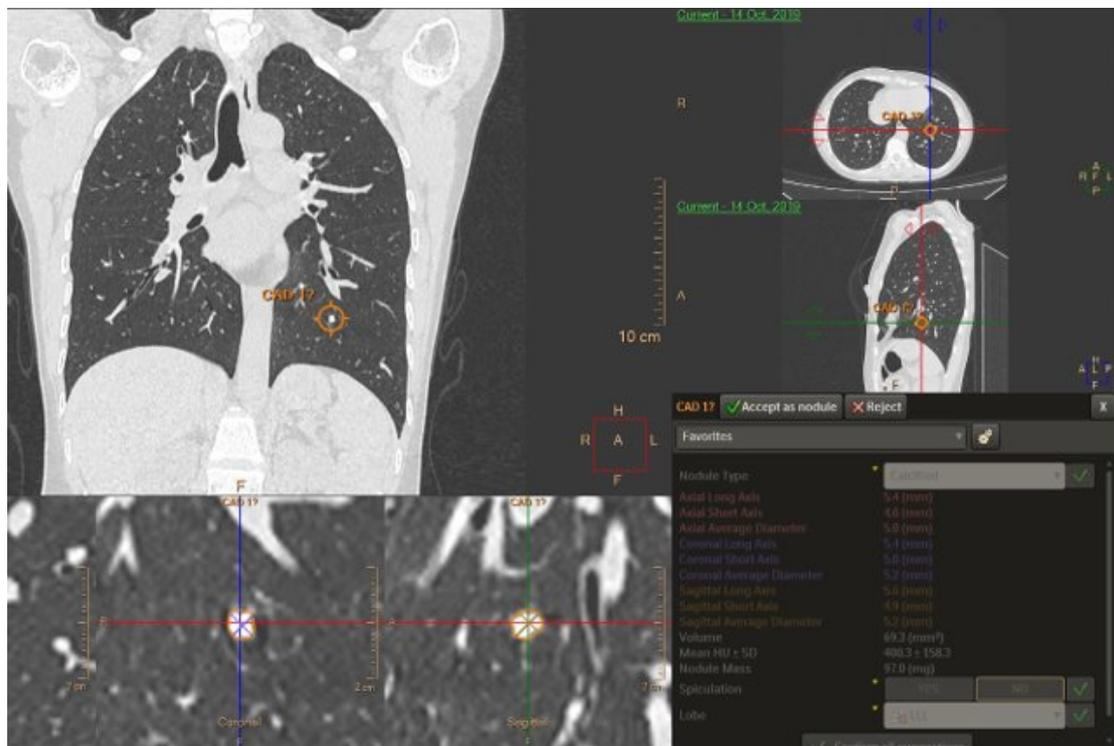

Figure 12 : Image d'un scanner thoracique avec visualisation d'un nodule pulmonaire grâce au logiciel Lung Nodule Assessment [source : interne]
- Recherche d'embolie pulmonaire (figure 12) :